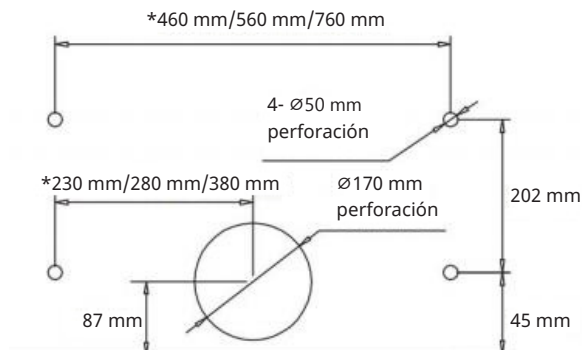
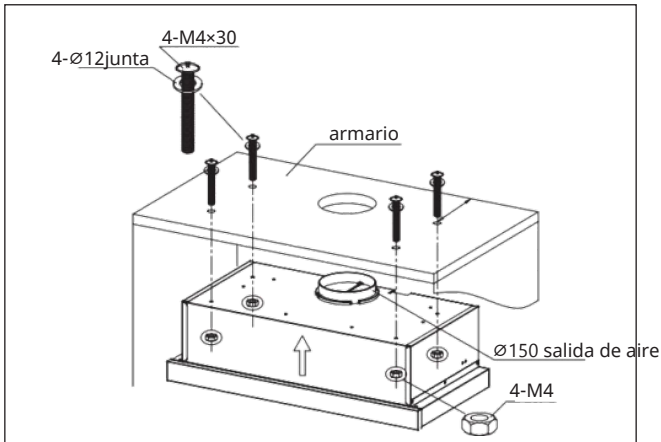

Ilustración 2
Ilustración 3
2. Taladre 4 agujeros de $\varnothing 5$ mm y un agujero de $\varnothing 170$ mm en la parte inferior del armario colgante como se muestra en la Ilustración 2 y en la Ilustración 3.